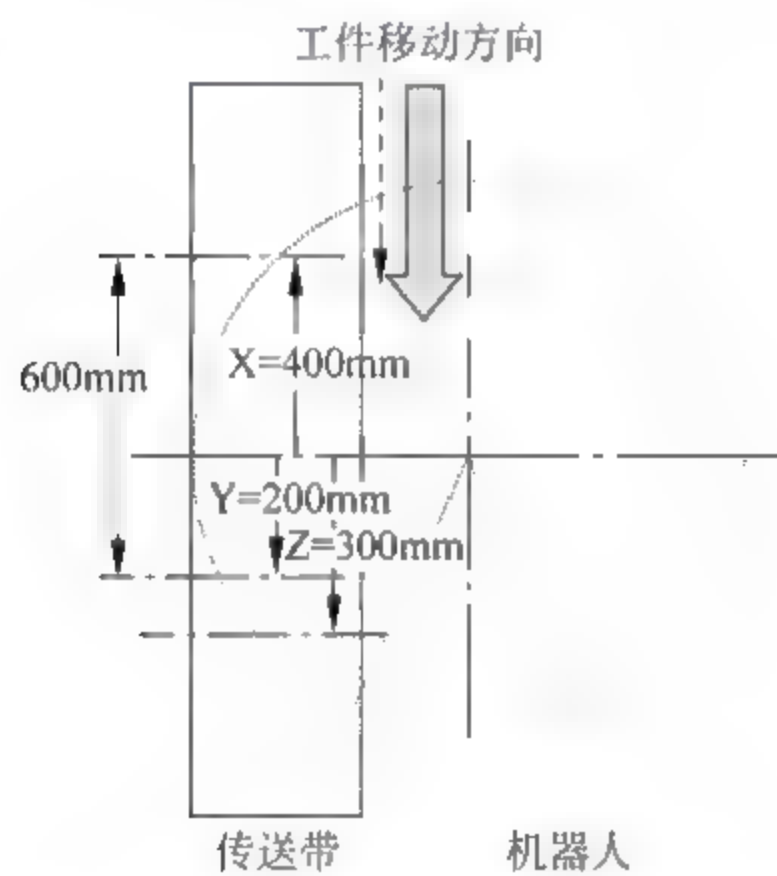

图 29-29 机器人追踪区域及机带关系
- (3) 传送带在机器人左侧,工件移动方向为从前向后,则设置PTN的X坐标=4;追踪区范围PRNG:(X,Y,Z)=(+400,+200,+300),如图29-29所示。